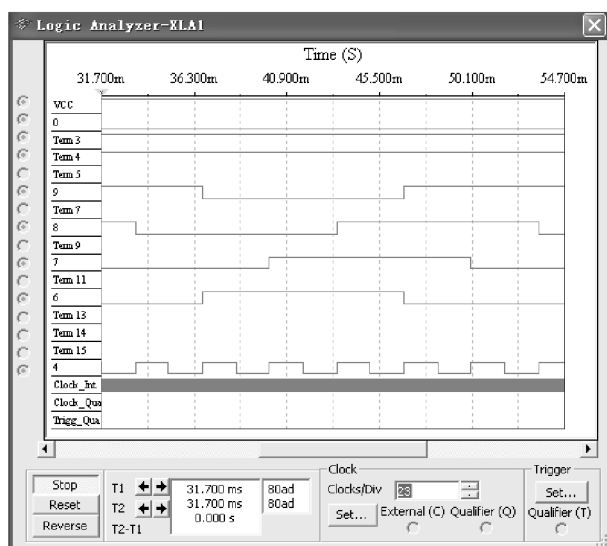

图 6-61 74LS194D 的时序波形
(2) 单击仿真开关激活电路, 分别按下键盘上的 $\boxed{1}$ 或 $\boxed{0}$ 键, 设置 S1S0 参数, 决定双向移位寄存器的工作方式。通过观测逻辑探头的亮暗状态可以发现, 当 S1S0 = 00 时, 寄存器保持原态; 当 S1S0 = 01 时, 寄存器工作在向右移位方式, 此时右移输入端 SR 的串行输入数据为 0101, 4 个数循环, 所以可以观测到 4 个探头分 QA、QC 和 QB、QD 两组间隔点亮; 当 S1S0 = 11 时, 工作在并行输入方式, 可观测到并行输出端 QA、QB、QC、QD 的 4 个探头的状态与输入端 A、B、C、D 的 4 个探头的状态一一对应且完全相同。
(3) 打开逻辑分析仪面板观测时序图, 如图 6-61 所示, 与探头指示完全一致。